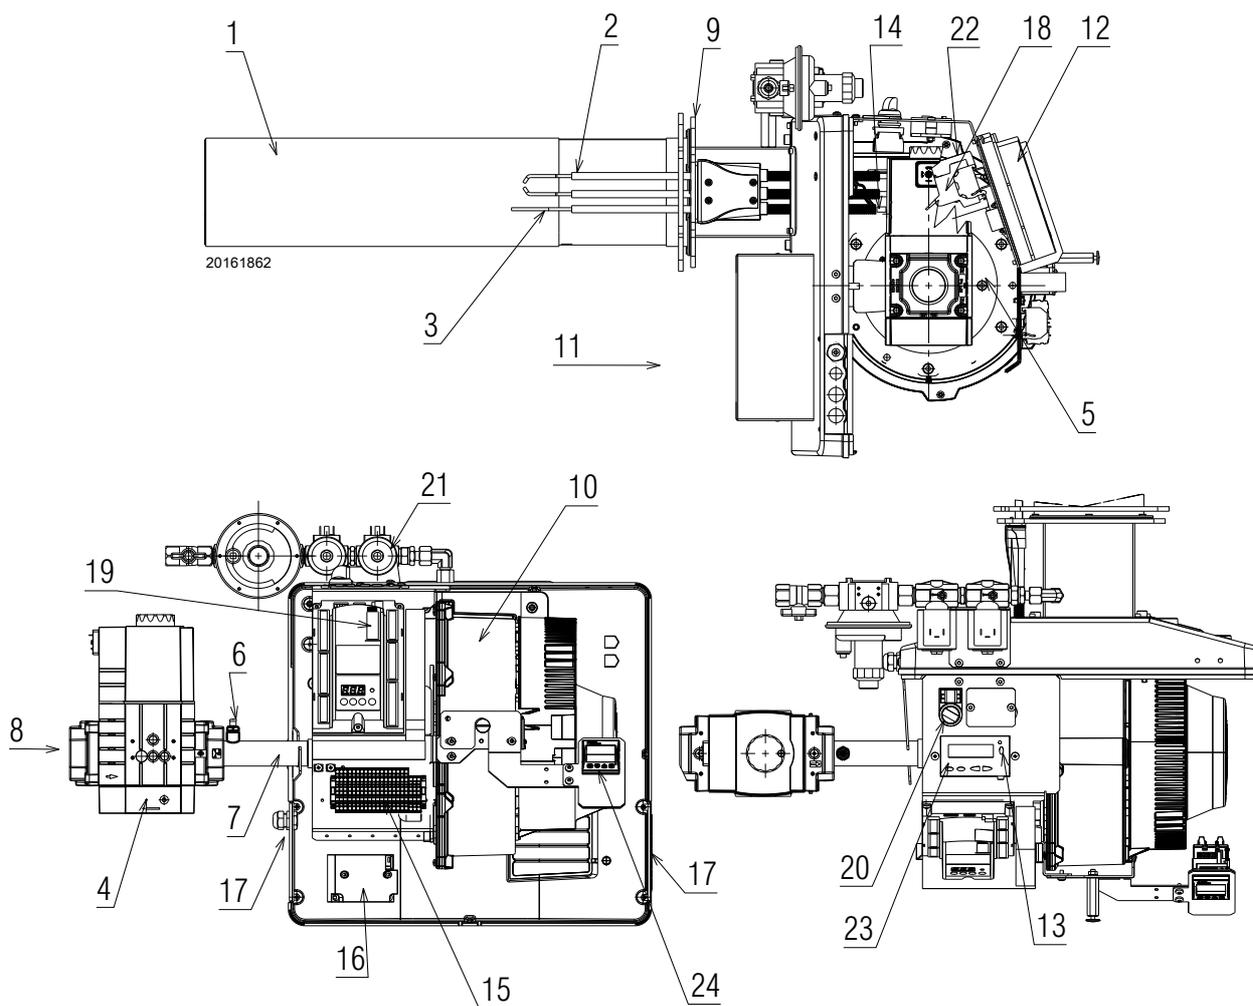

图 3
- (1) 参考条件: 环境温度 20°C - 燃气温度 15°C - 大气压力 1013 mbar - 海拔 0 m a.s.l.
(2) 燃气输入压力 8) (图 3) 为炉膛压力为零且燃烧器处于最大出力运行时的压力。
(3) 噪音测试在制造商燃烧室内进行, 燃烧器在测试锅炉上分别以最大出力、中间出力和最小出力运行。声功率以“自由场”法测得, 符合 EN 15036 标准要求以及 EN ISO 3746 标准要求的“准确: 类别 3”的测量精确度。
显示屏 23) (图 3) 上的警报表明燃烧器处于锁定状态。
按下按钮 13) (图 3) 进行复位。